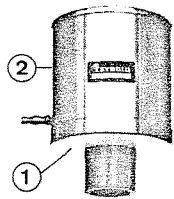

Fig. 1.1
2.1 Cámara de ionización (546 25); ver la fig. 1.1
- ① Fondo de la cámara con una hembrilla de 4 mm para la conexión del polo positivo de la fuente de alimentación de tensión, así como con un aislador anular (diámetro interior 13 mm), por el que se introduce en la cámara un electrodo conectado con la disposición de medición sensible a la corriente.
- ② Tapa de cámara con boquilla de perfil ondulado, para la insuflación de torón (del recipiente con óxido de torio, 546 36) o de gases, cuya ionización va a ser estudiada con radiación radioactiva.
2.1 Chambre d'ionisation (546 25); cf. fig. 1.1
- ① Fond avec douille 4 mm pour le raccordement du pôle positif de la source de tension, ainsi qu'un isolateur annulaire (diamètre intérieur 13 mm), au travers duquel on introduit, dans la chambre, une électrode reliée à un dispositif de mesure sensible au courant
- ② Couvercle avec tubulures à olive pour insuffler du thoron (du flacon de préparation de thorium, 546 36) ou d'autres gaz dont l'ionisation par rayonnement radioactif doit être étudiée.